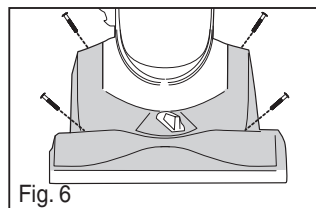

Fig. 6
- 8) Replace 4 screws (Fig. 6).